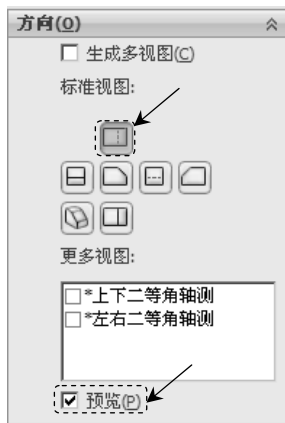

图 9.4.4 “方向”区域
(1) 在“模型视图”对话框的 **方向(D)** 区域中单击  按钮,再选中 ☒ **预览(P)** 复选框,预览要生成的视图,如图 9.4.4 所示。